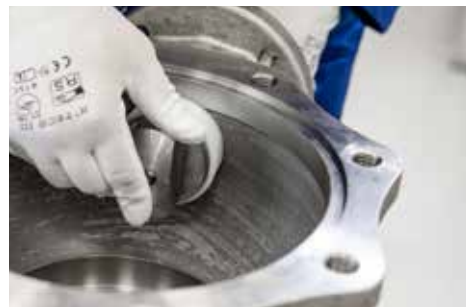

图 3
3. 将阀杆 (#4) 插入阀体空腔, 使 SX 密封 (#7) 在阀体埋头柱孔中就位。(见图 3)。
3.如图 2 所示,将锁定板放在手杆上。将其固定在手杆凸出部分后,将锁定板上的孔与手杆上的 SHC 螺钉孔对齐(图 3)。